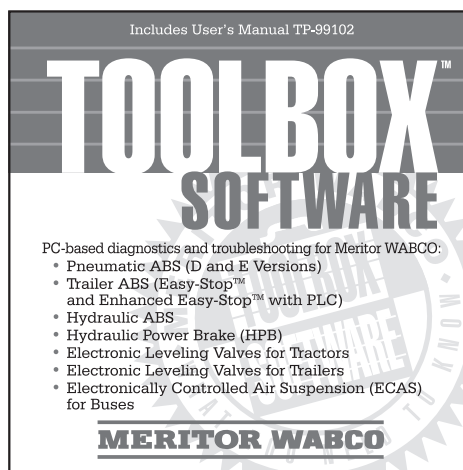

Figure 1.10
- Runs in Windows® 98, ME, 2000, NT or XP. Figure 1.10.